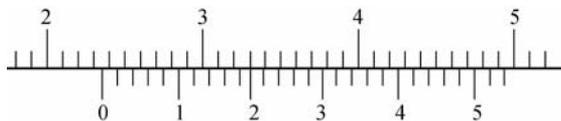

图 5-48 读数示例
①读整数。读出游标零线左边最靠近零线的尺身刻度值,该数值就是被测件的整数值。
②读小数。找出与尺身刻线对准的游标刻线,将其数值乘以游标分度值 0.02 mm 所得的积,即为被测件的小数值。
③整个读数。把整数和小数两次读数值相加,就是被测工件的整个读数值。读数示例如图 5-48 所示,读数为  $23+10\times 0.02=23.20$  mm。